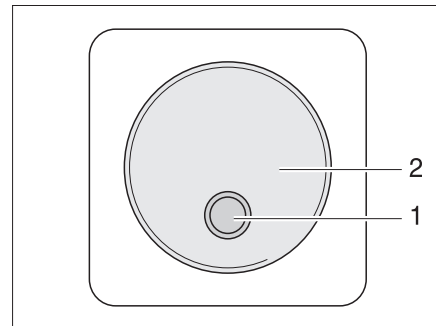

Bild 180 Externer Schalter
- II "Remo." = Gerät kann am externen Schalter (Bild 180,1) ein- und ausgeschaltet werden.
Der externe Schalter für den Wechselrichter (Bild 180) befindet sich im Innenraum des Fahrzeugs, beispielsweise im Eingangsbereich. Der Schalter ist mit der Beschriftung "Wechselrichter" gekennzeichnet. Die LED (Bild 180,1) zeigt den Betriebszustand des Wechselrichters an.